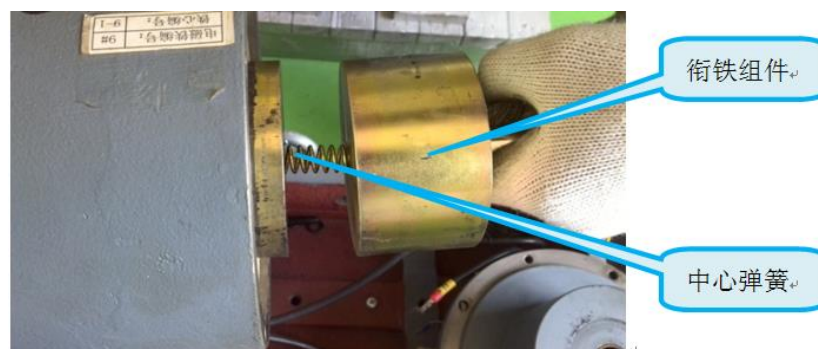

图 D-16
- 1) 将两个衔铁组件与中心弹簧对中后由电磁铁壳体的侧侧装入，见图 D-16；